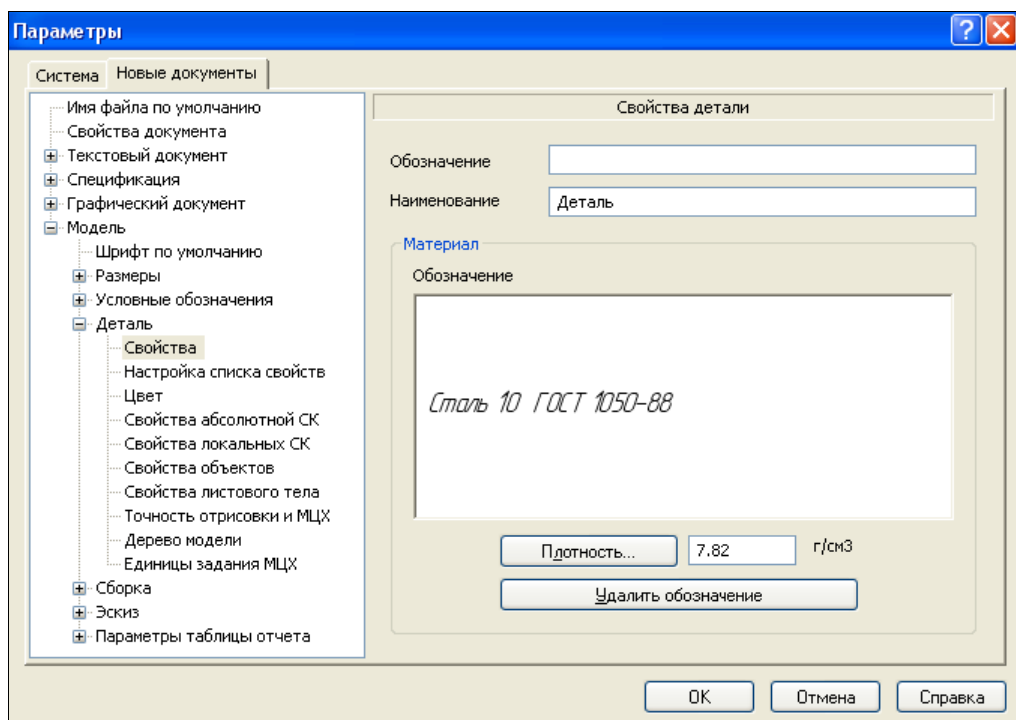

Рис. 27.7. Диалоговое окно **Параметры** с открытой панелью **Свойства детали**
- ♦ щелкните ЛК по пункту **Свойства**. В правой части раскроется панель **Свойства детали** (рис. 27.7). На этой панели: